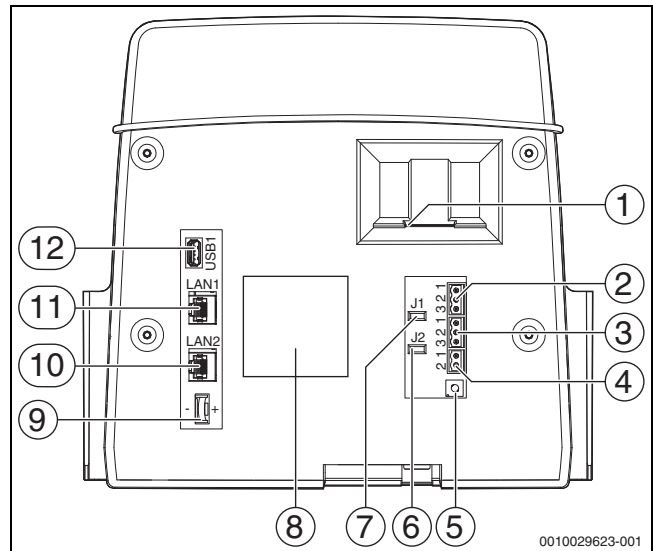

Bild 4 Anschlüsse Bedieneinheit
Das Sicherheitsmodul darf bei Kesseln mit Ansteuerung über den EMS-Anschluss (→ Bild 4, [4], Seite 10) nicht verwendet werden.
Für Wärmeerzeuger (z. B. BHKW) die über den Modbus-RTU angeschlossen werden (→ Bild 4, [3], Seite 10):
- ▶ BHKW am Anschluss Modbus-RTU (→ Bild 4, [3], Seite 10) anschließen.
Der Abschlusswiderstand (J2) (→ Bild 4, [6], Seite 10) ist im Auslieferungszustand geschlossen (gesteckt = aktiviert).